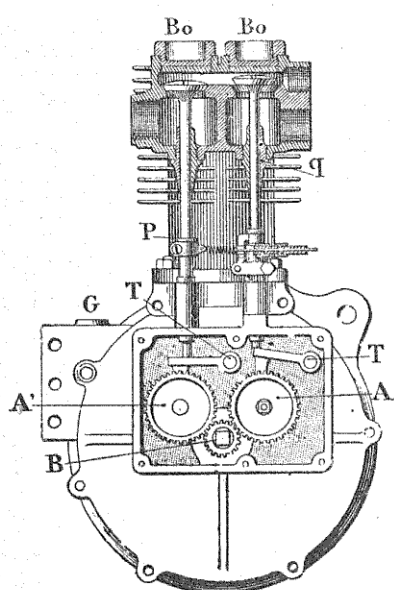

Fig. 44. — Moteur de motocyclette Peugeot à soupape d'aspiration commandée.
Enfin la figure 44, qui n'est plus schématique, nous montre en T des taquets qui suivent la came continuellement,
**La soupape d'admission commandée.** — Notre moteur avait jusqu'ici la soupape d'admission automatique. Ce dispositif tend de plus en plus à être remplacé par la soupape *commandée* et il n'est pas douteux, pour les moteurs de voiture, qu'on en retire de gros avantages. La description et le fonctionnement n'offrent rien que nous ne connaissions déjà. La commande est *identique* à celle de l'échappement. Une autre roue dentée A (fig. 44), portant la came, commandée par la petite roue dentée de l'axe moteur B, lève la soupape d'admission au début du premier temps (aspiration), quand le piston a déjà parcouru quelques millimètres, afin que, par la création d'un vide partiel, la succion au carburateur soit plus énergique pour la fermer vers la fin de ce premier temps. La plupart des constructeurs la font fermer de 16 à 25 degrés après le point mort inférieur. La soupape commandée augmente la puissance des moteurs, diminue le bruit, offre l'avantage de n'avoir aucun ressort *intérieur* et *ténu*, d'un réglage délicat. Son anatomie et son fonctionnement s'expliquent d'eux-mêmes, grâce à la figure 44.